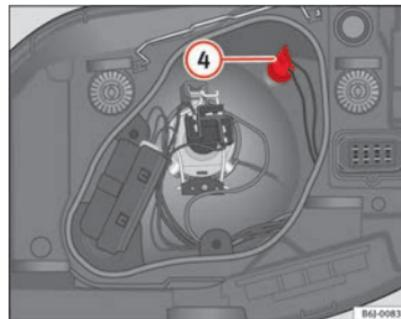

Fig. 159 Luz de presença ▶
- Extraia o porta-lâmpadas ④ ⇒ Fig. 159 para fora.